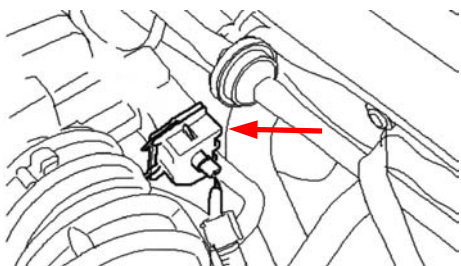

Fig. 1
- Estrarre il connettore dal sensore (fig. 1)